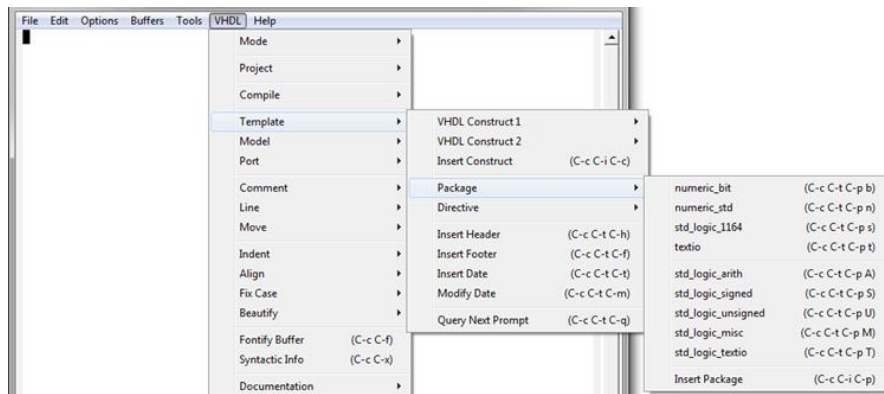

Figura 28.- Ventana para especificar un paquete.
- Paquetes. Con **Package** se puede insertar un paquete VHDL (Figura 28), automáticamente también se añade la biblioteca.